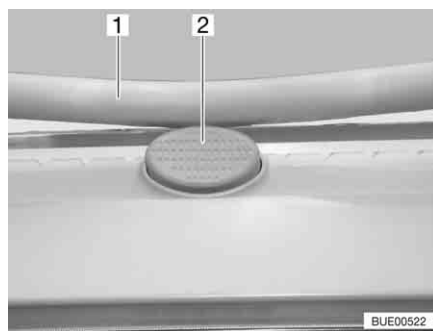

Fig. 35 Bottone di sicurezza sull'oblò Heki
- Premere il bottone di sicurezza (Fig. 35,2) e tirare verso il basso la staffa (Fig. 35,1) con entrambe le mani.
- Premere la staffa verso l'alto con ambedue le mani, finché la staffa non poggia al di sopra del bottone di sicurezza (Fig. 35,2).